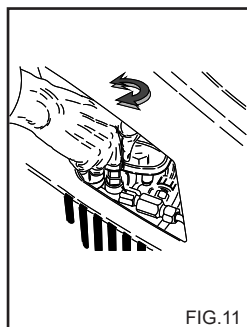

FIG. 11
Il presente capitolo riguarda solo i modelli provvisti del dispositivo "Regolatore di pressione". Il dispositivo regolatore di pressione, fig. 11 permette di regolare la pressione di lavoro. Ruotando la manopola C in senso antiorario (B) (minimo) si ottiene così una riduzione della pressione di esercizio.